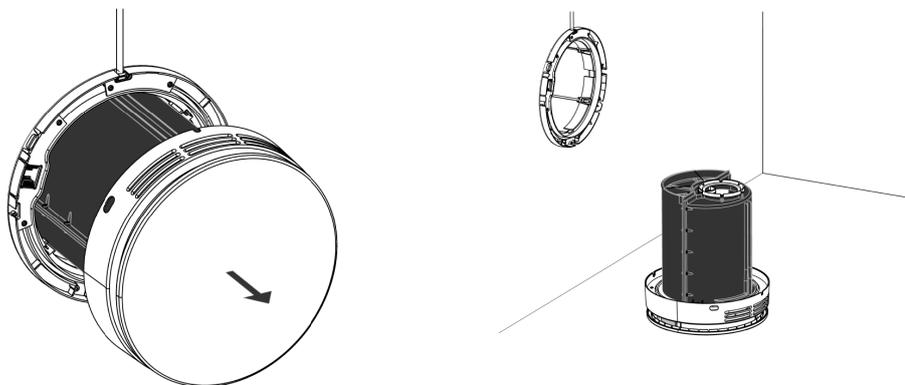

Figure 31 - Retirez la centrale et posez-la sur le couvercle intérieur.
4. Ôtez délicatement la centrale du mur et posez-la sur une surface plane, par exemple une table ou le sol, avec le couvercle intérieur vers le bas (voir Figure 31 ci-dessous). Il importe de poser la centrale sur une surface plane pour éviter qu'elle ne tombe.